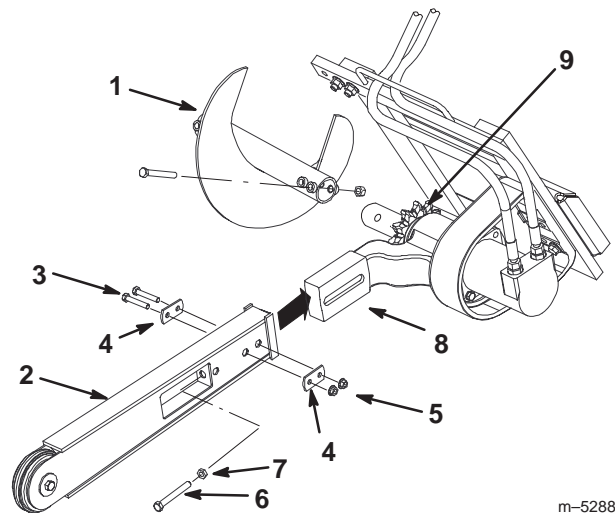

Bild 2
3. Entfernen Sie die Schraube und die Mutter, mit denen die Schuttschnecke befestigt ist und entfernen die Schnecke (Bild 2). Heben Sie die Schraube und Mutter zur späteren Wiederverwendung sicher auf.
4. Entfernen Sie die 2 Schrauben, Muttern und Doppelscheiben von der Seite des Auslegers (Bild 2).
5. Lockern Sie die Einstellschraube und die Klemmmutter (Bild 2).